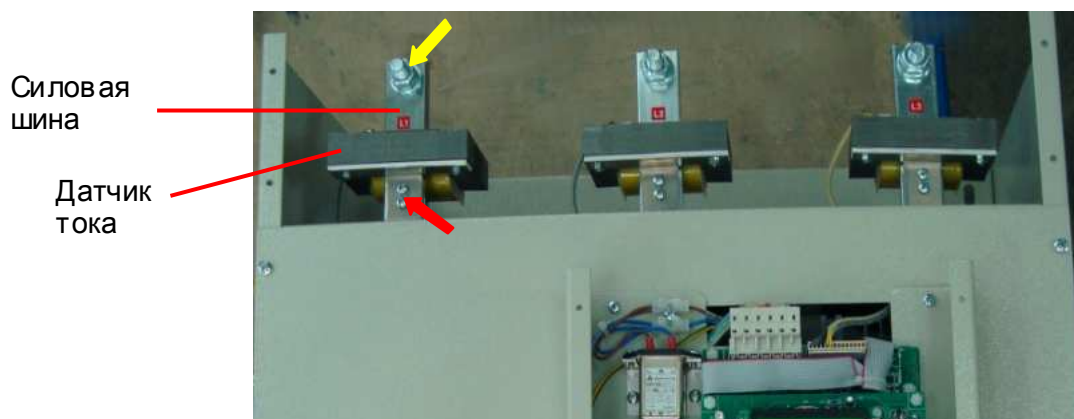

Рис. 7.14
7.5.1. Установить датчик тока на силовой шине и закрепить его двумя винтами (рис. 7.14, красные стрелки).
7.5.2. Установить комплект болтового соединения (болт, гайка, шайба, гровер) на силовую шину (рис. 7.14, желтая стрелка).